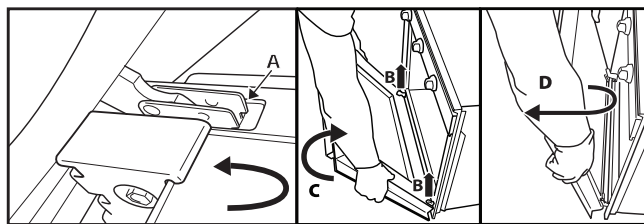

Рис. 2
3. Закройте дверцу так, чтобы она заблокировалась (А), поднимите ее (В) и поверните (С) так, чтобы дверца оказалась снятой (D) (Рис. 2).